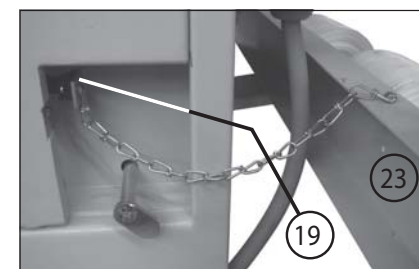

Fig. 3
- 19 = Bloqueio do interruptor final (fig. 3)
- a) a ripa de emergência-desligação (14) está desbloqueada (puxar o carril vermelho na mesa para fora),
- b) o interruptor de bloqueio (2) está desbloqueado (girar a chave para a direita),
- c) o interruptor principal (1) está ligado (posição "1"),
- d) a chave de accionamento do bloqueio do interruptor final (19) (fig. 3) no interruptor final está metida no compressor, e
- e) a válvula de enchimento (30) e também a válvula de extracção (31) e a tampa (27) estão fechadas.